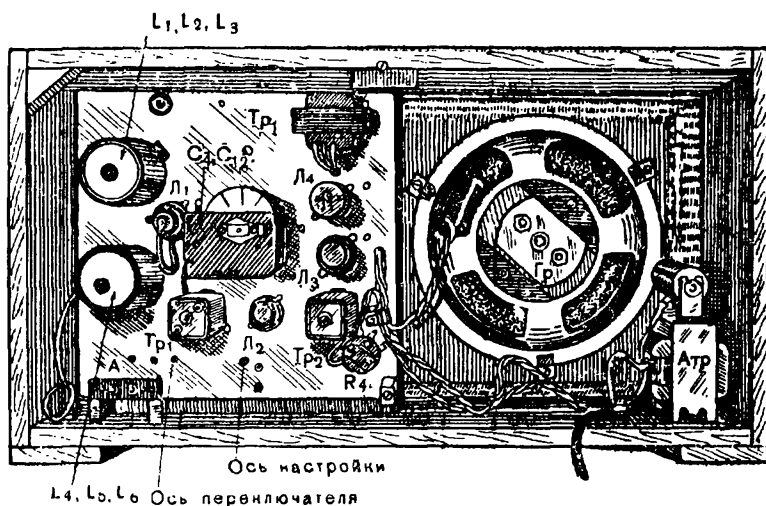

Рис. 89. Расположение деталей на шасси.
**Конструкция.** Приемник собирается и монтируется на вертикальной плоской металлической панели (листе) размером  $220 \times 220$  мм. Толщина панели 1,5—2 мм. После укрепления панели в ящике радиолампы будут находиться в горизонтальном положении. Панель располагается на расстоянии 60 мм от передней стенки ящика приемника и укрепляется тремя винтами с амортизаторами (рис. 89).